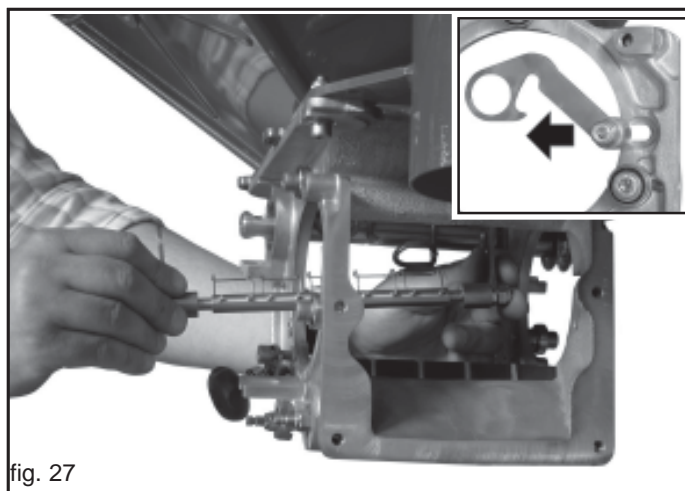

fig. 27
- 4) Extraer el árbol de los elementos elásticos de los asientos (Fig. 27).